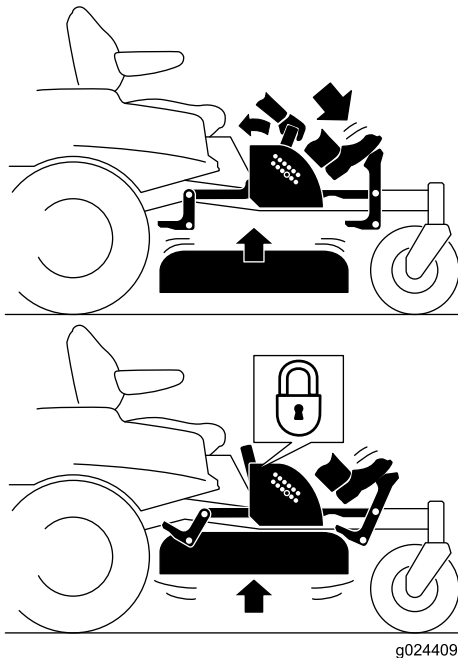

Figura 27
- Pise el pedal de elevación de la carcasa para levantarla; siga pisando el pedal hasta que la carcasa quede bloqueada en la posición de transporte (Figura 27).
- Pise el pedal de elevación de la carcasa y tire hacia atrás de la palanca de bloqueo de transporte para desactivar el bloqueo de transporte (Figura 27).
4. Pise el pedal de elevación de la carcasa y tire hacia atrás de la palanca para desactivar el bloqueo de transporte (Figura 27).